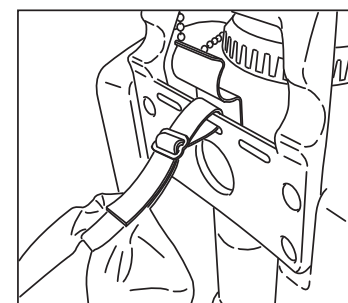

Figura 5.
6. Instale la correa individual de las correas para hombros a través de la ranura central de la manija de manipulación. Jale la correa sobre la barra y asegúrela a través de la hebilla. **Ver la Figura 5.**